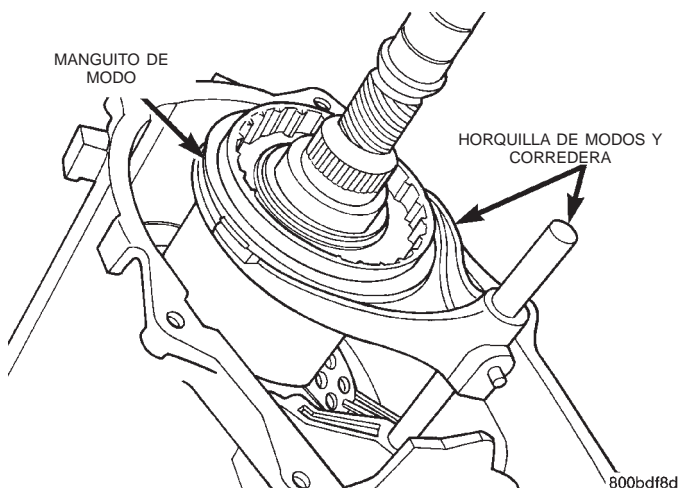
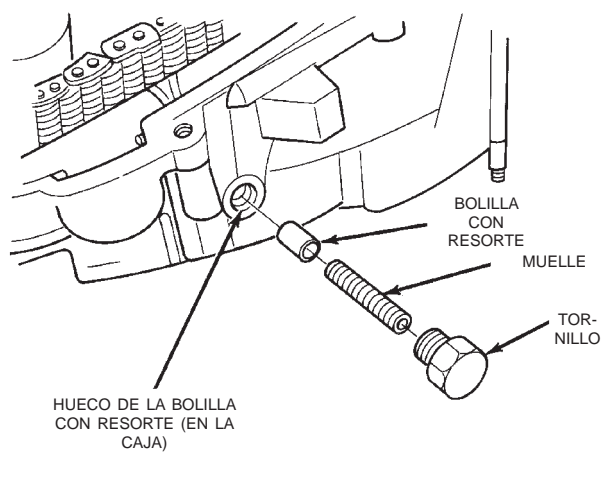

Fig. 66 Instalación de horquilla de modos y manguito
Fig. 67 Componentes del detenedor de cambio
(9) Instale la horquilla de modos y el manguito ensamblados (Fig. 66). Asegúrese de que la corredera de la horquilla pase por la horquilla de posiciones y entre en el hueco de la caja. Asegúrese también de que el manguito quede alineado y asentado en la maza del eje principal.
(10) Gire el sector a la posición NEUTRAL.
(11) Instale el anillo O nuevo en el tapón del detenedor (Fig. 67).
(12) Lubrique el vástago del detenedor con líquido para transmisiones o una ligera capa de vaselina.
(13) Instale el vástago, el muelle y el tapón del detenedor (Fig. 67).
(14) Verifique que el vástago quede correctamente acoplado en el sector.